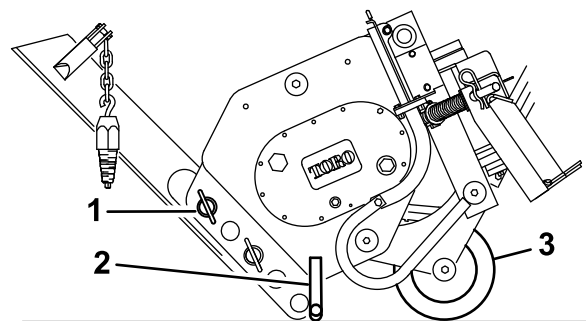

Figura 4
3. Fate ruotare la lama verso l'alto e fissatela con l'acciarino e il perno con testa, come illustrato nella Figura 4.
4. Inclinate l'interratubo in avanti e abbassatelo verso terra oppure verso il pavimento del rimorchio, in modo che il peso dell'interratubo sia sostenuto dal supporto e dal vomere (Figura 4).